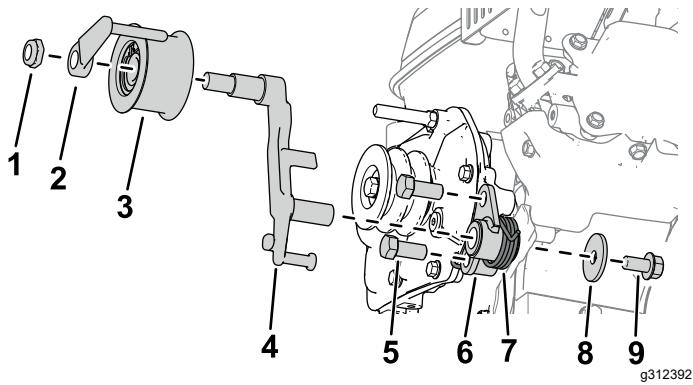

Figura 3
5. Instale o suporte da embraiagem na caixa de velocidades com dois parafusos (7/16 pol. x 1 pol.) como se mostra na **Figura 3**.
6. Instale a alavanca da embraiagem no suporte da embraiagem (**Figura 3**).
7. Instale a mola de aperto no suporte da embraiagem com uma anilha (3/8 pol. x 1 3/8 pol.) e um parafuso (3/8 pol. x 3/4 pol.) como se mostra na **Figura 3**.
8. Instale o conjunto da polia intermédia na alavanca da embraiagem com um guia da correia e uma porca sextavada (**Figura 3**).